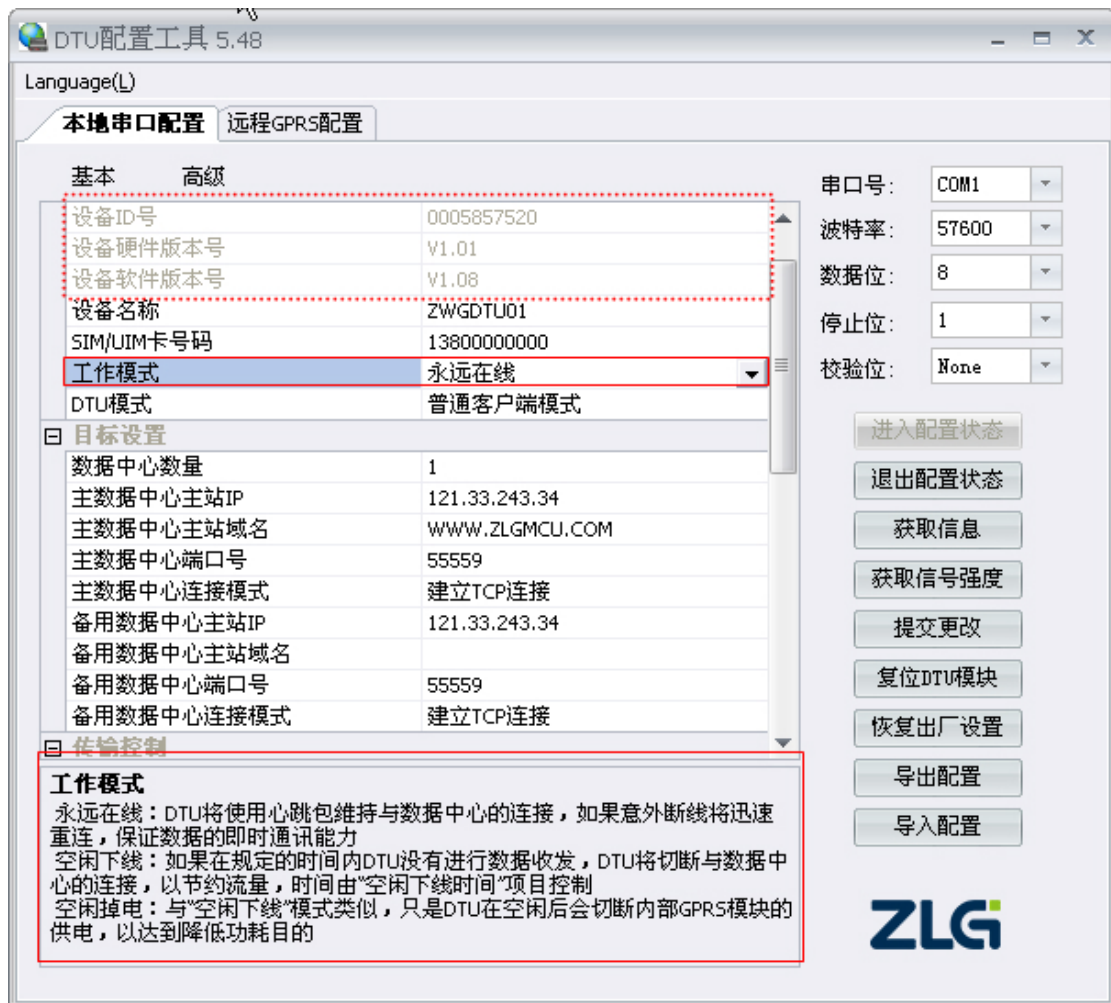

图 3.4 配置页面
2. 单击【获取信息】，界面出现设备当前的配置信息，图 3.4 所示，用户根据实际更改各个配置；